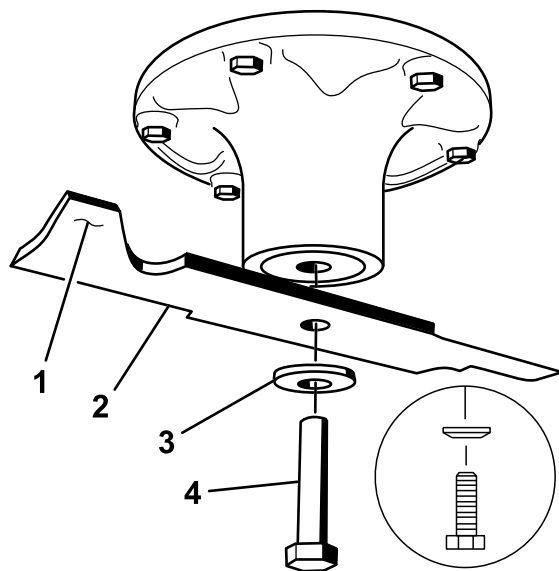

Figura 68
2. Togliete il bullone, la rondella curva e la lama dall'asse del fusello (Figura 68).
- Montate la lama sull'asse del mandrino (Figura 68).
- Montate la rondella curva (lato concavo verso la lama) e il bullone della lama (Figura 68).